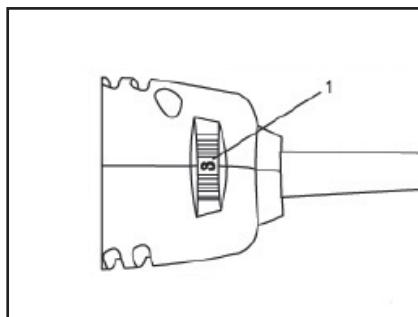

rys. 5
- ✿ Aby narzędzie wałczyć należy przesunąć wyłącznik (1) w kierunku do przodu narzędzia (rys. 5).
- ✿ Aby narzędzie wałczyć należy przesunąć wyłącznik w kierunku do tyłu narzędzia (rys. 5).
3. Ustać narzędzie z tarczą (3) w taki sposób, aby dotykało lekko powierzchni płytki i aby zęby tnące NIE DOTYKAŁY powierzchni ciętej.
4. Ustać najwyższe obroty i włączyć narzędzie (rys. 5 i 6)
3. Umieścić tarczę tnącą (2) bezpośrednio przy podłodze na środku jednej z linii cięcia.
4. Ustawić średnie obroty i włączyć narzędzie (rys. 5 i 6).
3. Umieścić krawędź tnącą tarczy (2) bezpośrednio przy ścianie na środku jednej z linii cięcia.
4. Ustać najwyższe obroty i włciżyć narzędzie (rys. 5 i 6)
4. Przełączyć wyłącznik w pozycję WŁĄCZONE w sposób pokazany na rys. 5.
2. Ustawić regulator obrotów na 4 i przełączyć wyłącznik w pozycję WŁĄCZONE w sposób pokazany na rys. 5 i 6.